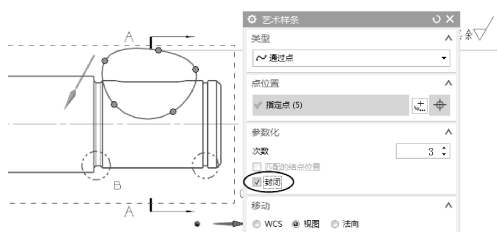

图 10-63 创建样条曲线
- 09 激活视图后，单击【主页】选项卡【草图】组中的【样条曲线】按钮 ，绘制如图 10-63 所示的样条曲线。单击【完成草图】按钮，退出活动草图视图。